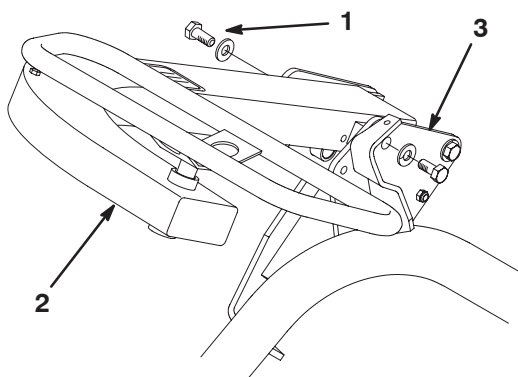

Bild 7
3. Wählen Sie das für den Fahrerkomfort gewünschte Befestigungsloch und befestigen Sie den Arm mit zwei Kopfschrauben (1/2 x 3/4 Zoll) und Scheiben (1/2 Zoll) (jeweils ein Teil in den losen Teilen) (Bild 7).